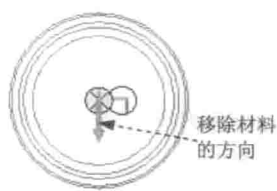

图 1.20 移除材料的方向
(4) 定义拉伸属性。在操控板中定义拉伸类型为 **拔模**，选择材料移除的方向类型为 ，选择图 1.20 中的箭头指向为移除材料的方向。